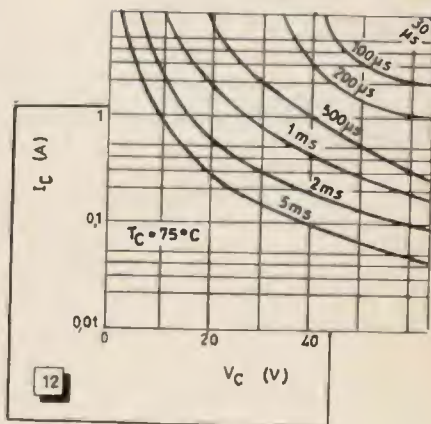
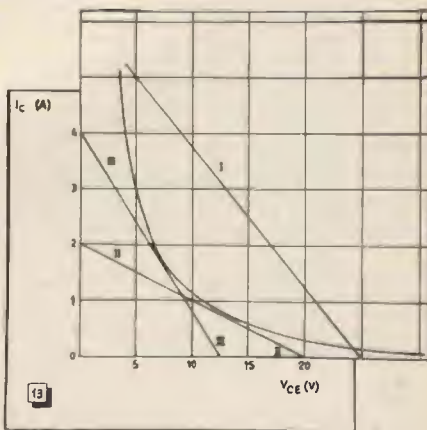
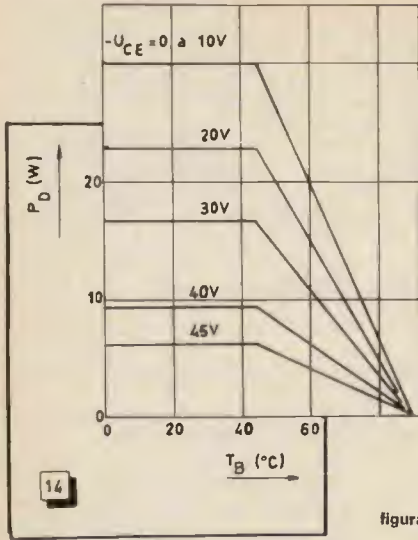
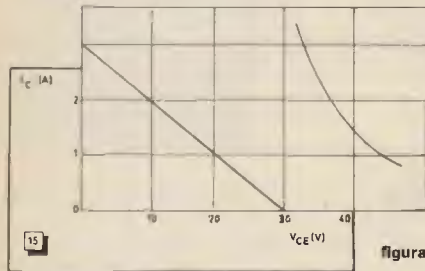

figura 12
figura 13
figura 14
figura 15
Per i transistor di potenza, i fabbricanti indicano spesso non solo un limite massimo di dissipazione, ma anche un limite per la massima potenza istantanea. Questo limite è funzione della temperatura, ma varia anche al variare della tensione di collettore. Ad esempio, la figura 12 mostra il grafico relativo alla tenuta in potenza del BD113 che abbiamo precedentemente preso in esame: dal grafico possiamo rilevare per quanto tempo si possono applicare simultaneamente una tensione e una corrente di collettore prefissate. Ad esempio con una tensione di collettore di 40 V il transistor può sopportare una corrente di collettore di 1 A solo per la durata di 500 µs. Passato questo intervallo di tempo, muore.
Nel caso dell'esempio precedente ( $V_A = 50$  V,  $R_L = 4 \Omega$ ), si avrà così  $I_C = 1$  A per  $V_{CE} = 21$  V,  $I_C = 2$  A per  $V_{CE} = 17$  V, etc., e si vede subito che c'è una incompatibilità assoluta tra questi valori e il grafico di figura 12, a meno che non si voglia realizzare un amplificatore la cui vita sia di pochi microsecondi.
Per vedere ciò che può realmente ottenersi dal transistor in questione, è preferibile ridisegnare il grafico della figura 12 con una scala lineare per le correnti (figura 13). L'espressione (5) dà allora origine a una retta, che può essere paragonata a una retta di carico tracciata in una rete di caratteristiche in cui sia prevista una iperbole per la raffigurazione della potenza massima; salvo il fatto che la curva limite non è, in questo caso, una iperbole esatta, e soprattutto, che non si può in alcun caso superarla.
La retta I in figura 13 corrisponde al caso prima considerato, e si vede molto chiaramente che simili condizioni di funzionamento non possono venir prese in considerazione. Nel caso delle rette II e III le limitazioni sono rispettate, e si giunge, fatti tutti i calcoli, rispettivamente a  $V_A = 40$  V,  $R_L = 10 \Omega$ ,  $P_S = 16$  W, e,  $V_A = 25$  V,  $R_L = 3,1 \Omega$ ,  $P_S = 25$  W.
Lo scarto tra la potenza calcolata nel modo prima visto e quello su accennato, diminuisce per i transistor di dissipazione maggiore, e ne esistono anche alcuni per i quali è superfluo, per lo meno per le applicazioni che stiamo esaminando, tener conto della tenuta ai picchi di potenza. Come primo esempio, possiamo citare il transistor AD131 e ciò perché le informazioni tecniche della Siemens danno per il grafico della tenuta in potenza, una versione notevolmente diversa da quella di figura 12. Come mostra la figura 14, non si è tenuto conto della durata del funzionamento, ma della temperatura. Il grafico indica dunque, in funzione della tensione di collettore e della temperatura, la potenza che il transistor è capace di dissipare. Ciò non ci impedisce di dedurre (figura 15) un grafico che consenta l'applicazione del procedimento della retta di carico già utilizzato in figura 13. Poiché l'AD131 ammette una tensione di collettore di 64V e una corrente massima di 3A, la retta di carico (figura 15) è stata tracciata in modo che questi limiti siano raggiunti. Si vede chiaramente che essa resta ancora molto distante dalla curva che dà il limite di tenuta in potenza.